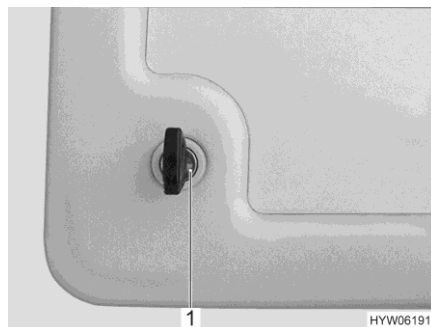
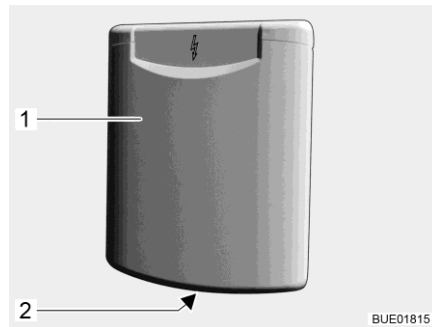

Fig. 82 Cierre a presión de la trampilla de servicio
Fig. 83 Cierre a presión de la trampilla de servicio (alternativa)
- Introducir la llave en el cilindro de cierre del cierre a presión bajo llave (Fig. 82,1 ò Fig. 83,1) y girarla un cuarto de vuelta. El cierre a presión está desbloqueado.
- Pulsar ambos botones de presión (Fig. 83,2) de los cierres a presión al mismo tiempo con los pulgares y abrir la trampilla de servicio.
- Introducir la llave en el cilindro de cierre del cierre a presión bajo llave (Fig. 82,1 ò Fig. 83,1) y girarla un cuarto de vuelta. El cierre a presión está bloqueado.